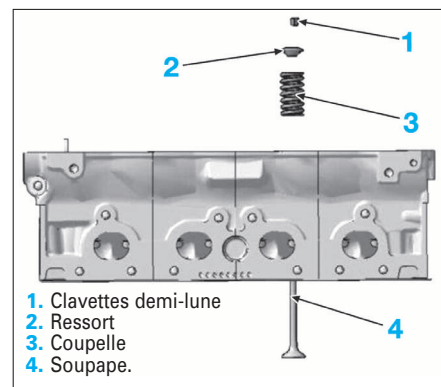

FIG. 43
- Effectuer le démontage de chaque soupape à l'aide d'un compresseur de ressort approprié et ranger les pièces (clavettes (1), coupelles (2), ressorts (3), soupapes (4)) par ordre sans les dépaireiller (Fig.43).